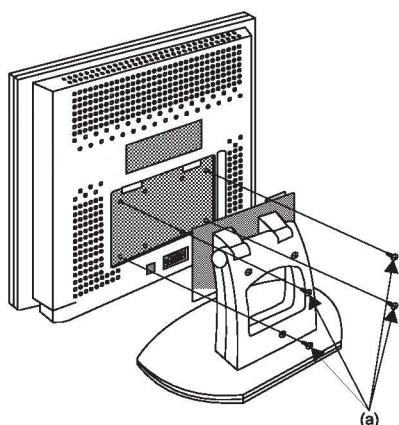

Рис. 4.2
- Выкручивают четыре винта и отделяют монитор от подставки (рис. 4.2).